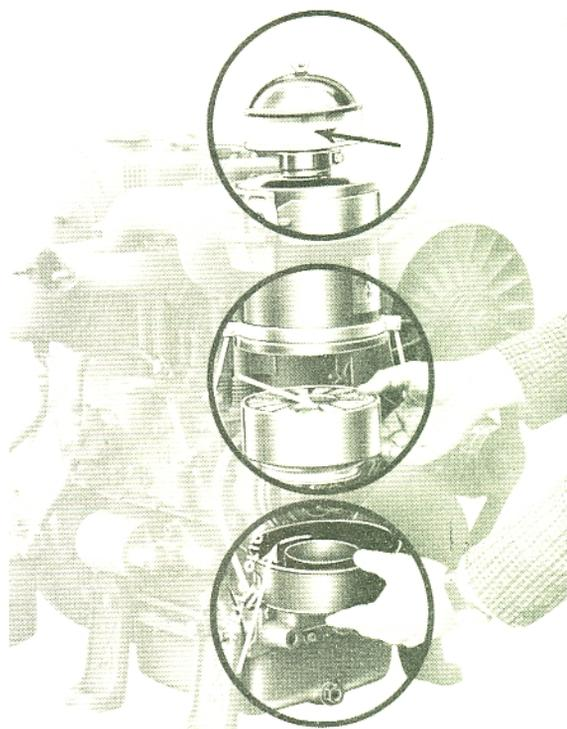

Fig. 9
- c) Effettuare il cambio dell'olio raggiungendo il livello stabilito (Fig. 9).